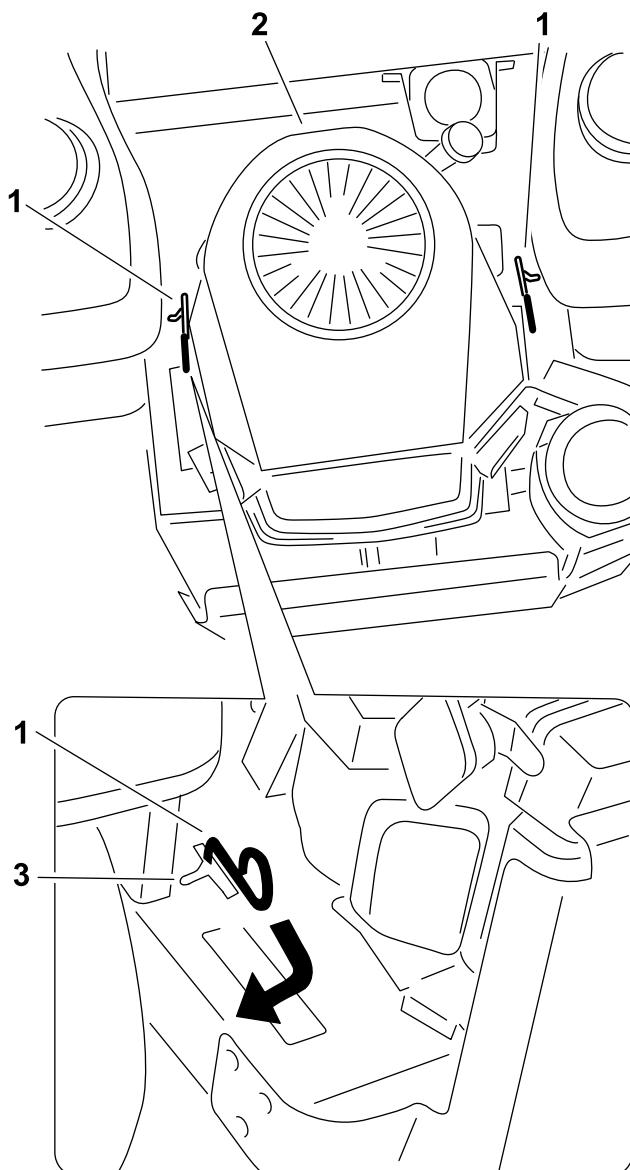

Figura 20
3. Tire de las dos palancas de desvío hacia atrás y empújelas hacia fuera, hasta que encajen en la ranura. (Figura 20).
Empuje cada palanca de desvío hacia dentro y luego hacia adelante (Figura 20).